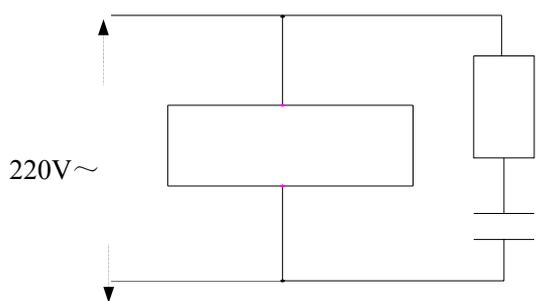
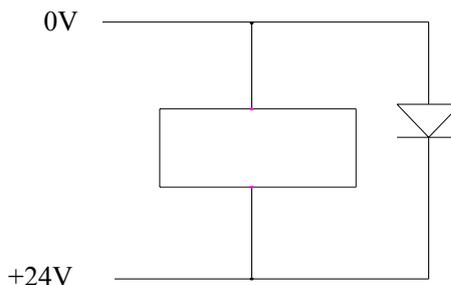
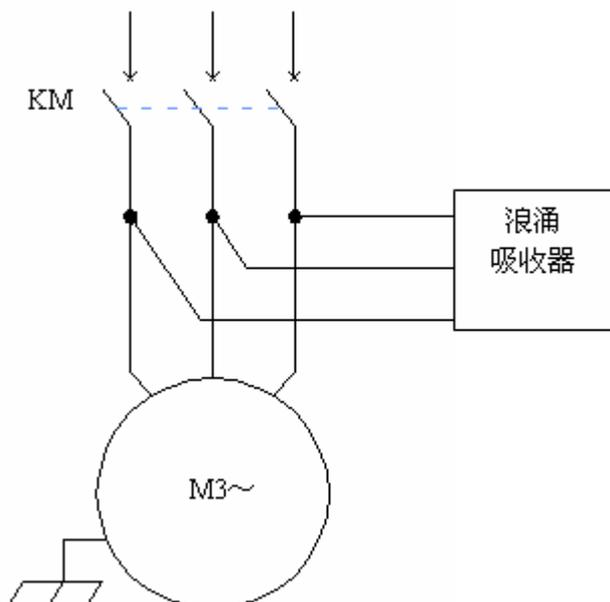

图 1-3-1
图 1-3-2
图 1-3-3
- ① CNC 要远离产生干扰的设备（如变频器、交流接触器、静电发生器、高压发生器以及动力线路的分段装置等）。
- ② 要通过隔离变压器给 CNC 供电，安装 CNC 的机床必须接地，CNC 和驱动单元必须从接地点连接独立的接地线。
- ① 抑制干扰：在交流线圈两端并联 RC 回路（如图 1-3-1），RC 回路安装时要尽可能靠近感性负载；在直流线圈的两端反向并联续流二极管（如图 1-3-2）；在交流电机的绕组端并接浪涌吸收器（如图 1-3-3）。